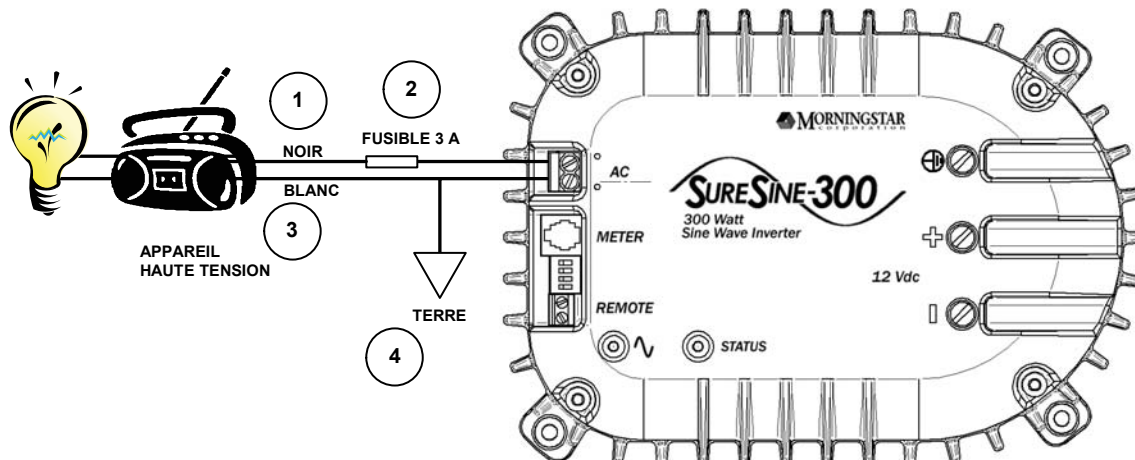

Figure 3 Schéma de câblage haute tension
Les câbles d'alimentation haute tension ne sont pas fournis. Effectuer chaque raccordement haute tension à l'aide de fils de couleur appropriée, conformément à la Figure 3.
1. Tirer un fil de phase noir de 4 mm² (12AWG) homologué UL jusqu'au charges haute tension ou au tableau distribution, conformément à la Figure 3.
2. Placer un fusible de 3 A en série sur le fil de phase, conformément à la Figure 3.